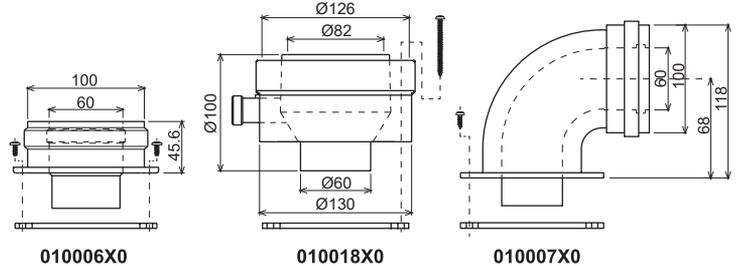

Рис. 9. Начальные элементы для коаксиальных воздухопроводов
**Внимание:** для котлов Fortuna F 40 используется коаксиальный дымоход 80/125 (рис. 9А), артикул 902601230.